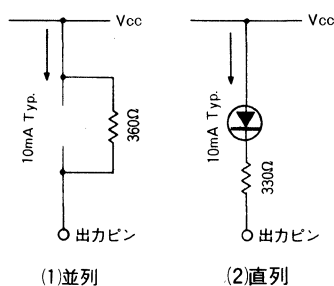

Fig.3
LED電流を少なくするためには、Fig.3 (1) に示すとおり、LEDと並列に抵抗を入れる方法と、Fig.3 (2) に示すとおり、
LEDと直列に抵抗を入れる方法の2つの方法があります。なお、Fig.3 (2)の方法の場合、電源電圧変動により電流値が変化します。